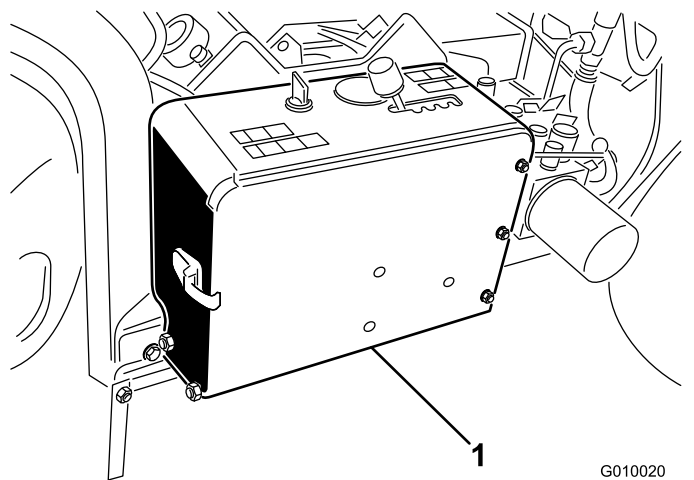

Рисунок 51
1. Освободите защелку и откройте крышку аккумуляторного отсека (Рисунок 51).